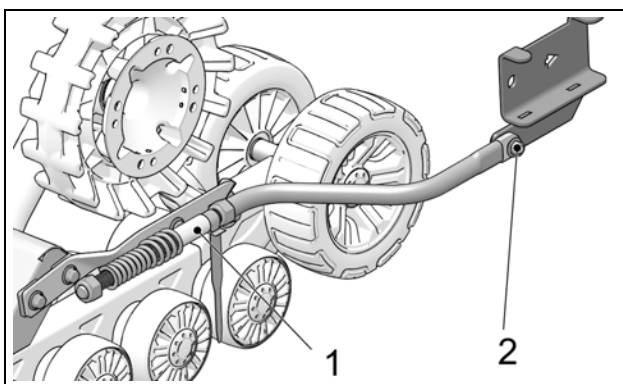

Figure 11
- Le bras stabilisateur doit être fixé au système de traction (1) et à l'ancrage arrière (2) installé au véhicule. Voir la Figure 11.